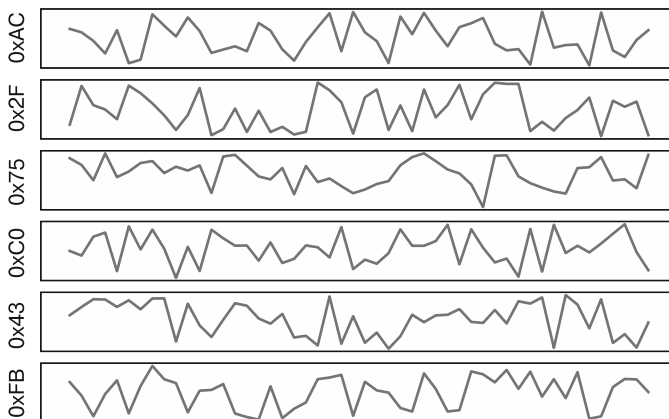
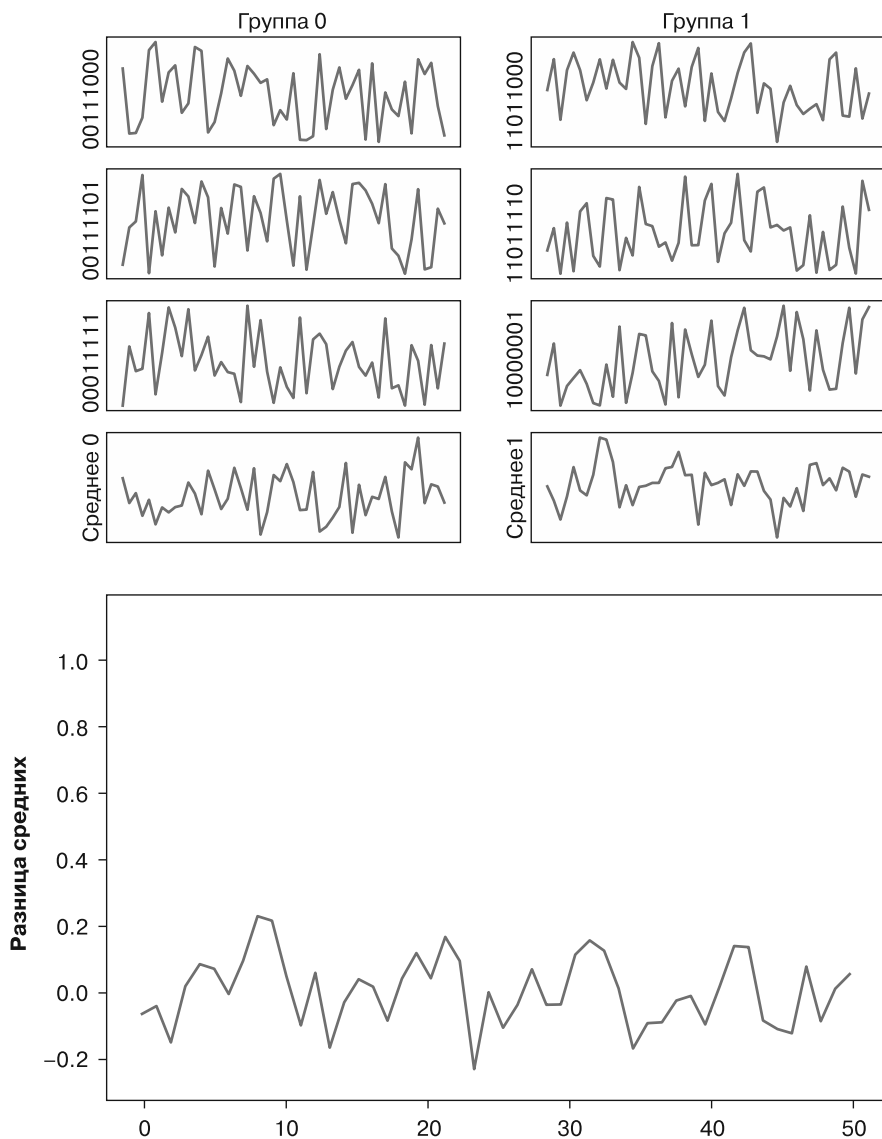
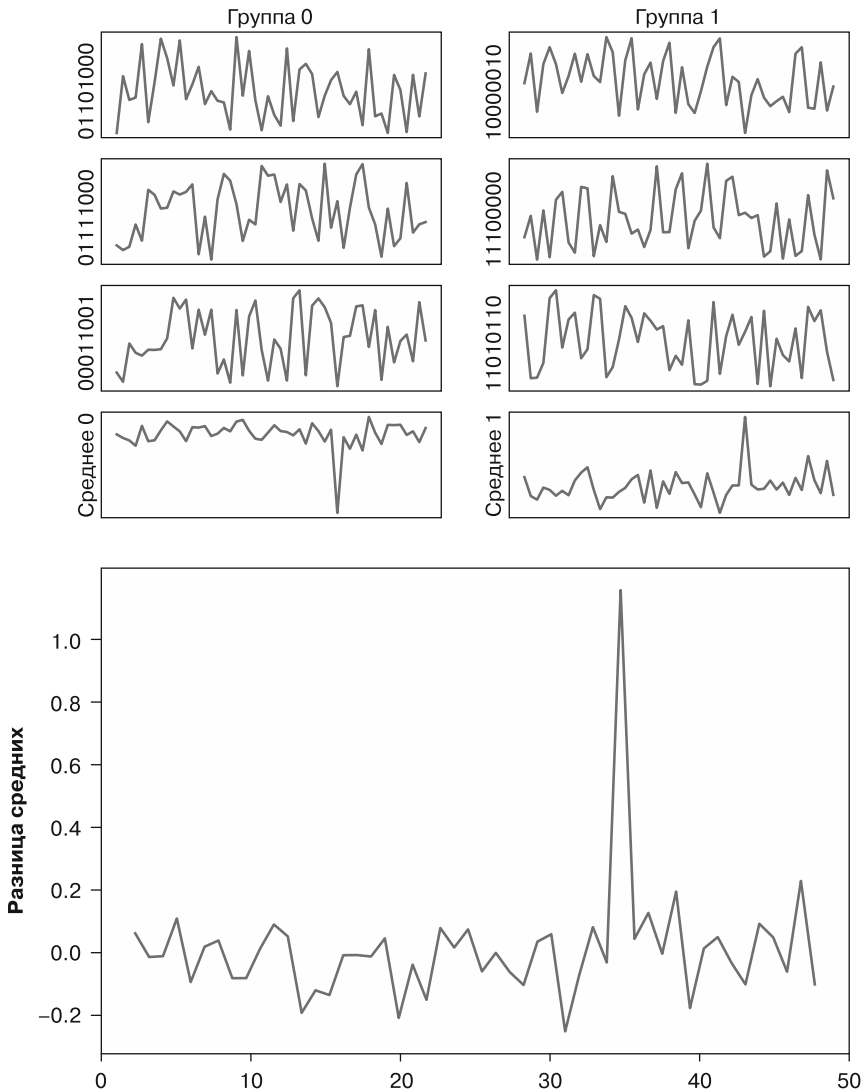

Рис. 10.6. Входные данные и соответствующие им кривые потребляемой мощности
Рис. 10.7. Усреднение множества графиков в единицы и нули для неправильного предположения (0xAV) без явных пиков
Рис. 10.8. Усреднение множества графиков в единицы и нули для правильного предположения (0x97), где отчетливо виден пик
Теперь мы отправляем на устройство набор случайных восьмибитных входных байтов данных и записываем трассировку потребляемой мощности. В итоге получаем список отправленных данных с соответствующими им кривыми потребляемой мощности, как показано на рис. 10.6.
Скажем, у нас есть массив трассировок потребляемой мощности $t[]$ и массив входных данных $p[]$. Например, верхняя запись на рис. 10.6 будет иметь вид $p[0] = 0xAC$. Трассировка потребляемой мощности $t[0]$ представляет собой массив выборочных значений, показанных на верхнем графике. Мы можем применить алгоритм DPA для создания списка различий для каждого предположения ключа. Простая функция, представленная в листинге 10.1, имитирует энергопотребление простого целевого устройства и угадывает один бит с помощью атаки DPA.
Теперь рассмотрим природу этого предположения. Если оно *неправильное*, то в таблицу попало не то значение, о котором мы думали, и результат тоже оказался другим. Группировка по неверному младшему разряду означает, что мы фактически случайным образом разбиваем все трассы потребляемой мощности на две группы. В этом случае можно ожидать, что среднее энергопотребление каждой группы будет примерно одинаковым. Таким образом, если вы вычитаете средние значения друг из друга, то разница должна быть близкой к нулю. На рис. 10.7 показаны некоторые примеры двух групп и полученное вычитание.
Если наше предположение *правильное*, то на устройстве вычислились именно те данные, которые мы предполагали. Поэтому мы переместили все графики питания, где LSB равен 1, в одну группу, а все графики, где LSB равен 0, в другую группу. В случае потребления этими единицами и нулями немного разного количества энергии данная разница должна стать очевидной, если мы усредним достаточно большие группы графиков. Мы ожидаем увидеть небольшую разницу между группами единиц и нулей при манипулировании этим битом, как показано на рис. 10.8.
Эта разница (пункт ❷ в листинге 10.1) и есть та самая *дифференциальность* в дифференциальном анализе потребляемой мощности. Сила данного анализа заключается в том, что разделение графиков из таблицы, показанной выше на рис. 10.6, на две группы позволяет нам усреднить множество графиков и избавиться от шума, не усредняя при этом вклад интересующего нас бита. В образце 35 на рис. 10.8 виден пик, который представляет собой небольшой вклад нашего LSB. Получение разницы между этими двумя усредненными группами будет называться *взятием разницы средних* (difference of means, DoM).
Наконец, мы вычитаем среднее значение каждой группы, чтобы получить массив разностей. Как они выглядят? Если бы разделение было сделано правильно, то в какой-то момент можно было бы увидеть большой всплеск. Вернитесь к рис. 10.7 и 10.8. Вы увидите очевидный положительный всплеск, если разделение выполнено правильно, и таким образом, мы знаем, что наше ключевое предположение верно.
График на рис. 10.8 является результатом правильного предположения, где мы разделили графики, исходя из того, что байт секретного ключа равен 0x97. График на рис. 10.7 показывает неверное предположение о том, что байт секретного ключа равен 0xAB.